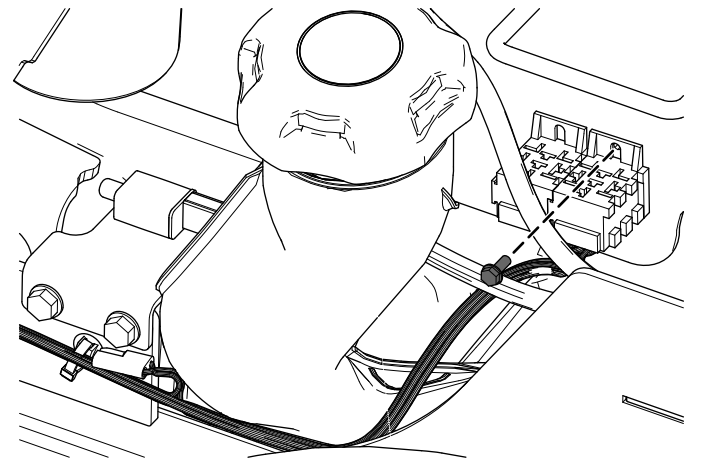

Figure 20
4. Fixez le faisceau près des relais au moyen de la vis Taptite (Figure 20).